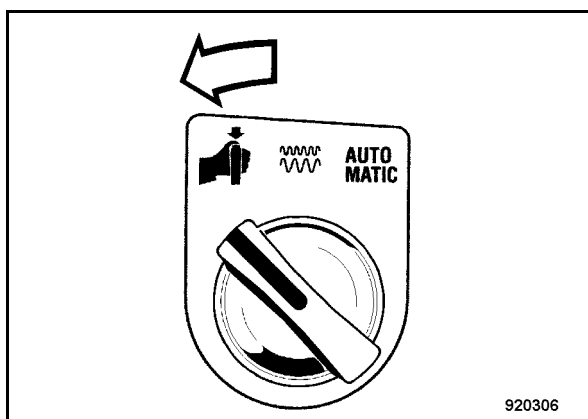

Fig. 86
- Porre l'interruttore rotante Vibrazione Manuale o Automatica (Fig. 86) a sinistra sul simbolo "Manuale".